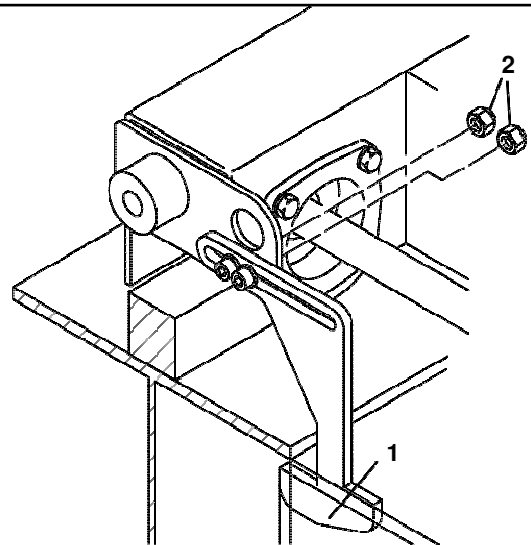

Abb. 179
- Entfernen Sie den Entgleisungsschutz -1-, indem Sie die entsprechenden Muttern -2- lösen (Abb. 179).